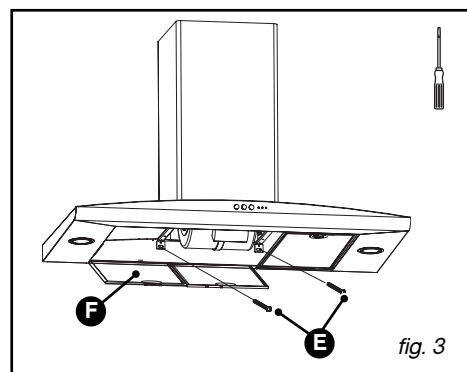

fig. 3
- Træk filterpatronerne ud (F/fig. 3).
- Stram de 2 nederste skruer (E/fig. 3).
– Hvis der anvendes en kappe med en diameter på 125 mm, skal man benytte den medfølgende adapter (fig. 3).